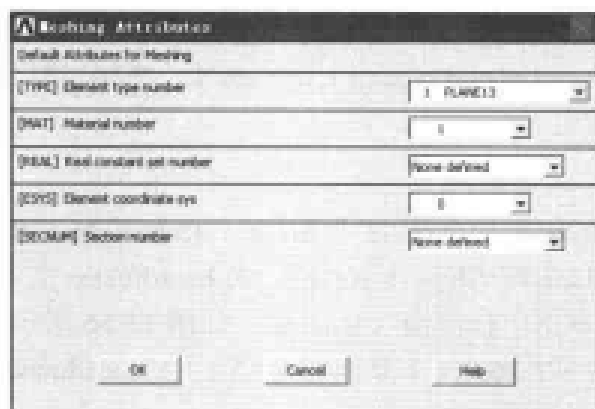
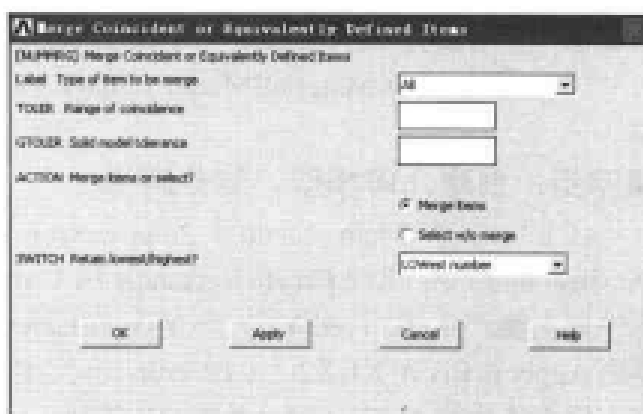

图 13-58 网格划分属性设置对话框
图 13-59 合并实体对话框
(3) 选择 Main Menu | Preprocessor | Meshing | Mesh Attributes | Default Attribs 命令, 出现 Meshing Attributes 对话框, 参照图 13-58 对其进行设置, 单击 OK 按钮关闭该对话框。
(4) 选择 Main Menu | Preprocessor | Meshing | Mesh | Areas | Free 命令, 出现 Mesh Areas 菜单, 在文本框中输入 1, 单击 OK 按钮关闭该菜单。
(5) 选择 Main Menu | Preprocessor | Meshing | Mesh Attributes | Default Attribs 命令, 出现 Meshing Attributes 对话框, 在 [MAT] Material number 下拉列表框中选择 2, 其余选项采用默认设置, 单击 OK 按钮关闭该对话框。
(6) 选择 Main Menu | Preprocessor | Meshing | Mesh | Areas | Free 命令, 出现 Mesh Areas 菜单, 在文本框中输入 2, 单击 OK 按钮关闭该菜单。
(7) 选择 Main Menu | Preprocessor | Numbering Cntrls | Merge Items 命令, 出现 Merge Coincident or Equivalently Defined Items 对话框, 参照图 13-59 对其进行设置, 单击 OK 按钮关闭该对话框。